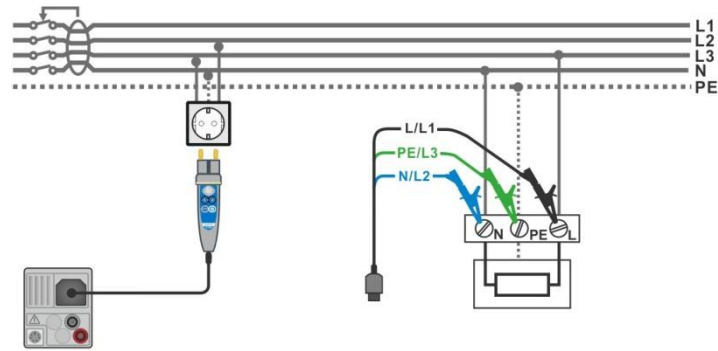

Abbildung 7.23: Anschluss des Commander-Prüfsteckers und die Dreileiter-Prüfleitung
- Schließen Sie die Prüfleitungen am Prüfling an, siehe **Abbildung 7.23**.
- › Schließen Sie die Prüfleitungen oder den Commander Prüfstecker am Prüfling an, siehe **Abbildung 7.23**.
- Wählen Sie die Funktion RCD Auto. - Stellen Sie die Prüfparameter / Grenzwerte ein. - Schließen Sie die Prüfleitungen am Messgerät an. - Schließen Sie die Prüfleitungen oder den Commander Prüfstecker am Prüfling an, siehe Abbildung 7.23. - Starten Sie die Messung.	Beginn der Prüfung